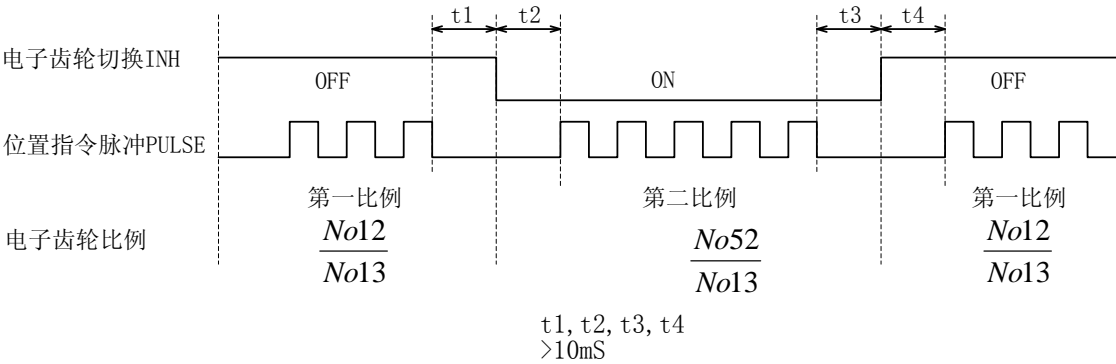

图8.1 动态电子齿轮切换时序
- 3) 注意电子齿轮切换时，必须满足图8.1 时序，在输入INH 的变化点前后至少10ms ，不要发脉冲。